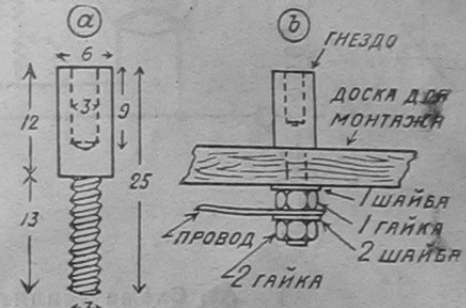

Рис. 5. Гнездо для ламп.
**Гнезда для ламп.** Гнезда для ножек ламп можно выточить на токарном станке, для чего берут латунные стерженьки диаметром в 6 мм. и длиной в 25 мм. 13 мм. по длине стачивают на токарном станке до диаметра в 3 мм. и эту часть нарезают плашкой. В оставшейся же широкой части просверливают отверстие 3 миллиметровым сверлом глубиной в 9 мм. Вид гнезда для ножек лампы изображен на рис. 5-а. Для каждой ножки следует изготовить по 2 гайки и по 2 шайбочки так, чтобы они подходили к нарезке нижней части гнезда. Расположение гнезд для ножек ламп производится проще всего разметкой по ножкам какой-нибудь лампы с так называемым французским цоколем. Возможно значительно проще изготовить эти гнезда, просто свернув в трубочку вокруг 3-миллиметрового гвоздя или проволоки полосу жести и затем закрепить эти трубочки в сделанных по их наружному диаметру отверстиях в доске (эбонитовой или фибровой), на которой монтируется весь усилитель. Отверстия для трубочек следует расположить согласно ножек лампы. Если
применены гнезда, изготовленные согласно рис. 5-а, то они закрепляются на общей доске, как это указано на рис. 5-б, при чем между первой гайкой и второй шайбой зажимается провод для включения в схему.